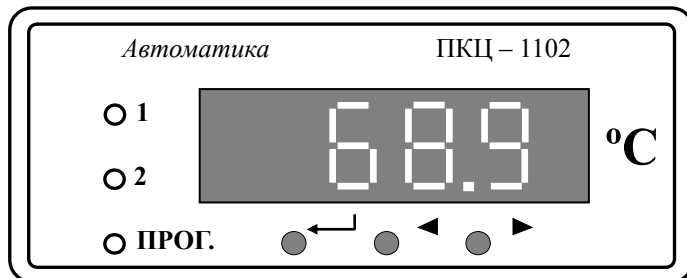

Рисунок 1 - Внешний вид передней панели
5.1.5 На передней панели (**Рисунок 1**) расположены следующие элементы: